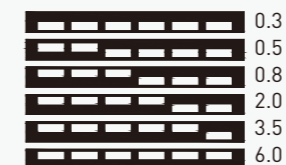

图6 最大断开时间拨码开关示意图
2. 最大断开时间设置拨码开关（见图6）
注意：拨码开关的每一个拨杆只可出现两种状态即“ON”和“OFF”，禁止用户将拨杆拨到中间位置；剩余电流整定值拨码开关和最大断开时间拨码开关仅限于图4、图6所示状态，其他状态均是不允许的。拨码开关的设置应由专人操作，设置完成后应铅封。